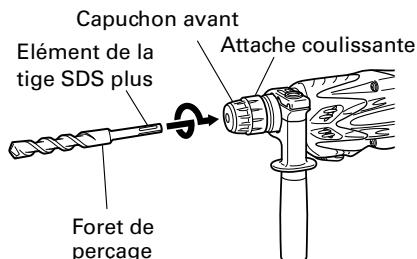

Fig. 2
6. Montage du foret de perçage (Fig. 2)
- (1) Nettoyer la section de la queue du foret.
- (2) Insérer le foret en le tournant dans le porte-outil jusqu'à ce qu'il se verrouille (Fig. 2).
- (3) Vérifier que le foret est bien verrouillé en tirant dessus.